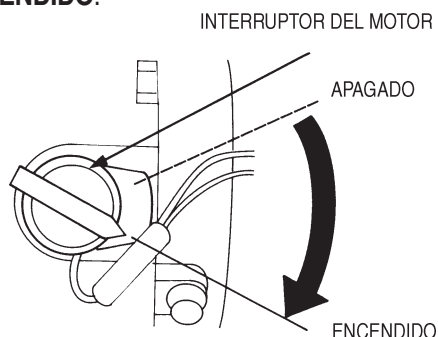

Figura 13. Interruptor del motor ON/OFF ENCENDIDO/APAGADO
4. Gire el interruptor del motor (Figura 13) a la posición ON ENCENDIDO.